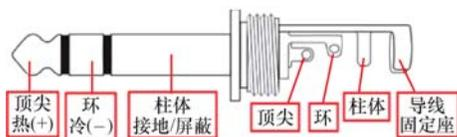

图 5-16 大三芯的外形与特点
6.35 大三芯适用于麦克风、音响器材、调音台、周边器材连接音频信号。大三芯的外形与特点如图 5-16 所示。